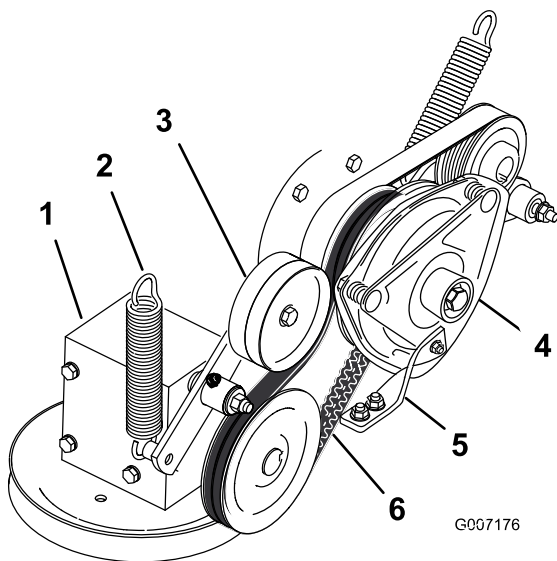

Figura 67
4. Retire el muelle del brazo de la polea tensora (Figura 67).
7. Instale la correa de transmisión de la TDF alrededor de la polea del embrague y la polea de la caja de engranajes (Figura 67).
9. Instale el muelle en el brazo tensor (Figura 67).